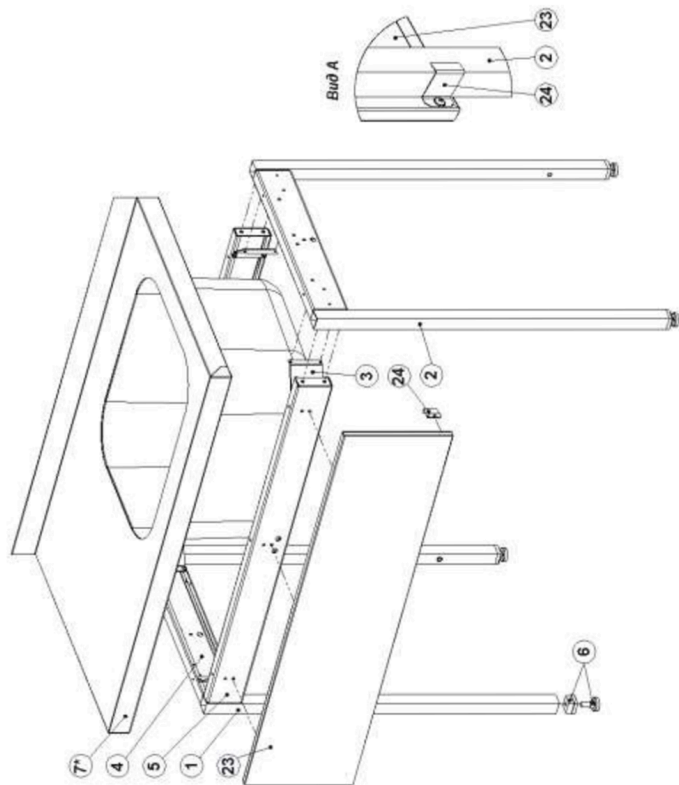

Рис. 4
- 2.7.2. Фардук передний (23) в верхней части прикрепить изнутри к балке (5) саморезами (27). Далее к фартуку прикрепляются прижимы (24) саморезами (27). Способ крепления показан на рис. 4, вид А;